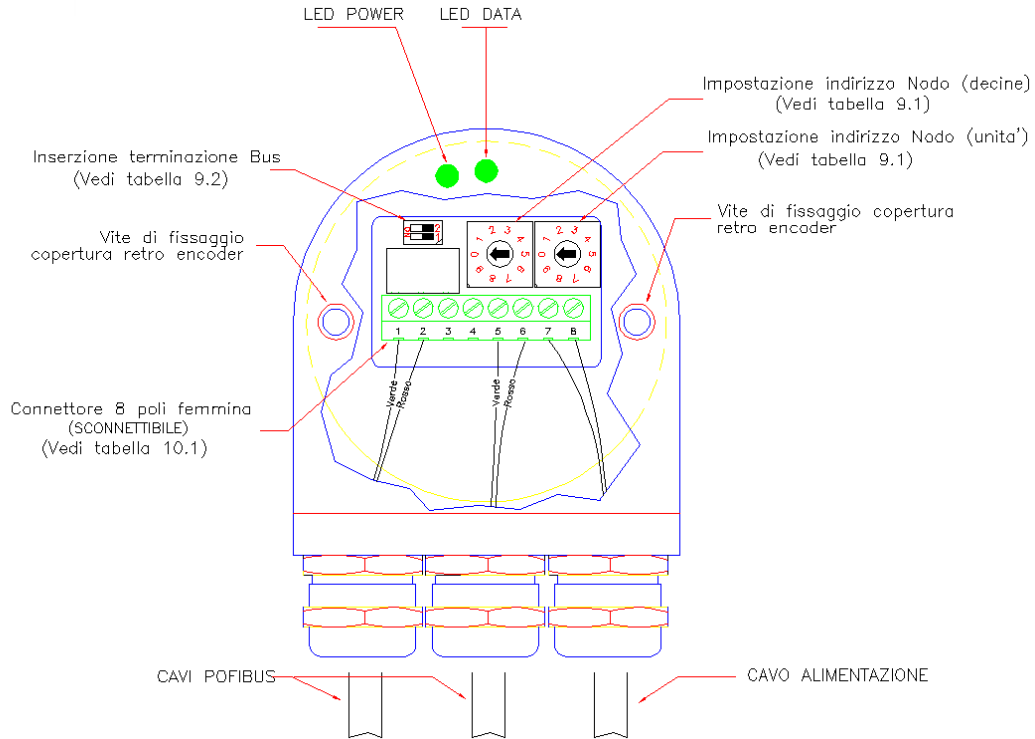

Figura 9.1
Svitando le due viti di fissaggio e rimuovendo la copertura sul retro dell'encoder, sono accessibili due commutatori rotativi, un DIP switch a quattro contatti ed un connettore 8 poli femmina (figura 9.1).
Le connessioni dei cavi del bus e di alimentazione vanno effettuate al connettore 8 poli femmina come indicato nella figura 9.1 e nella TABELLA 10.1.
- Predisporre i cavi come indicato in figura 9.1 e serrarli nelle rispettive boccole della copertura.